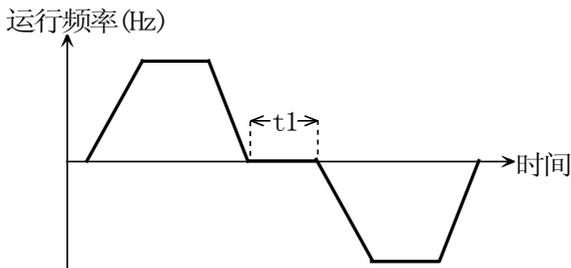

图 5-2-2 正反转切换时间
- ◆ 变频器由正向运转过渡到反向运转, 或者由反向运转过渡到正向运转的过程中, 在输出零频处等待的过渡时间, 如图 5-2-2 中所示的 t_1 。